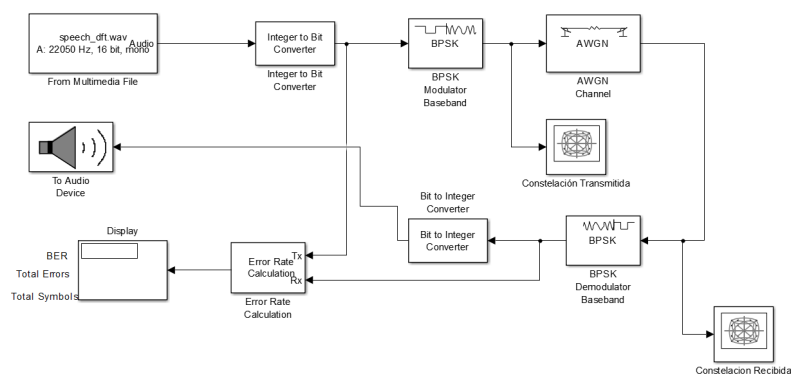

Figura 10: Bloque Modulador y Demodulador BPSK para streaming de audio
- Localice el archivo **BPSK_Sound.slx** y proceda a abrirlo. Es importante que inspeccione el archivo y los bloques estén interconectados de forma correcta. En la figura 10 se muestra el diagrama de bloques para un modulador y demodulador en Simulink. **NOTA: Es importante tomar en cuenta que el bloque *To Audio Device* fue usado para la versión de Matlab 2015b pero para versiones superiores puede utilizar *Audio Device Writer* si fuera necesario que le de un problema.**